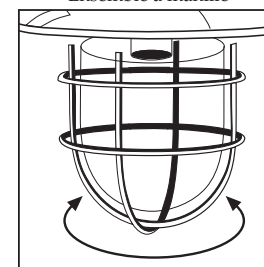

Figure 6
- Si l'applique est à verrerie vissable, dévisser cette dernière en la tournant dans le sens antihoraire, insérer la ou les ampoules et revisser la verrerie en place (voir la figure 6 ou 7).